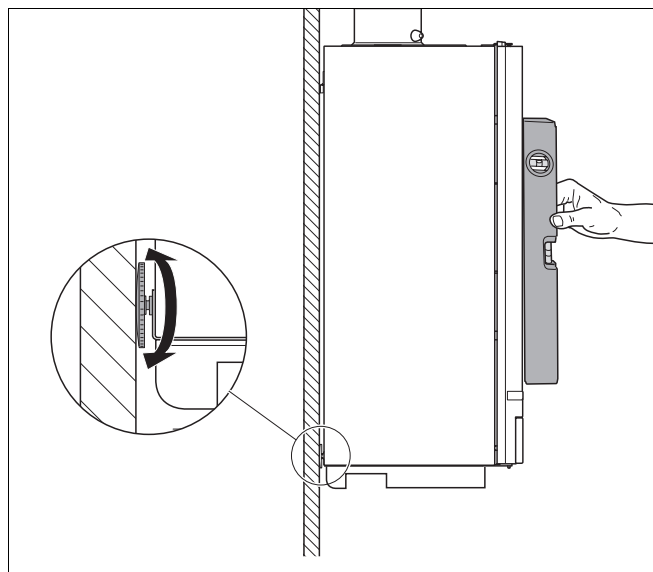

Fig. 9 CV-toestel met stelschroef uitlijnen
- Lijn het cv-toestel met behulp van de stelschroef en een waterpas uit (→ fig. 9).